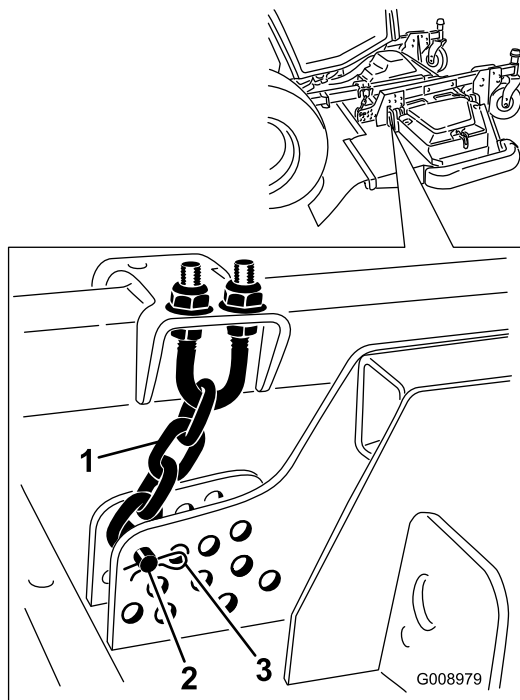

Рисунок 91
3. Снимите шплинт и палец с буртиком, которые крепят цепи высоты скашивания к задней части режущего блока (Рисунок 91).